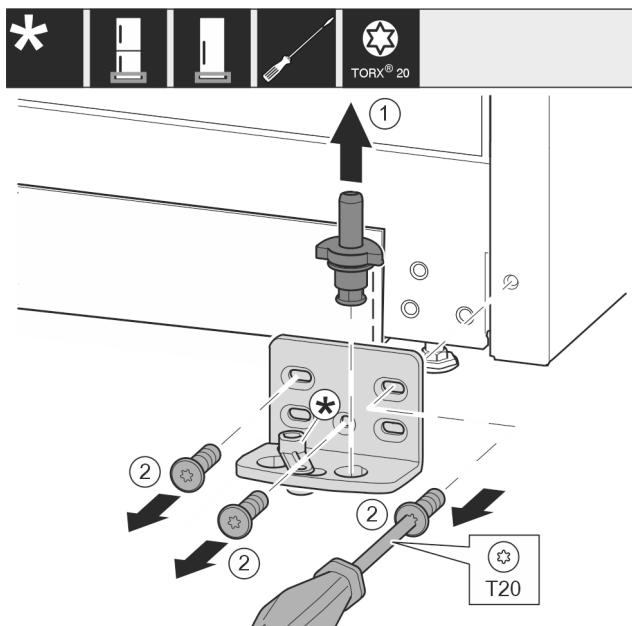

Fig. 13
- ▶ Extraiga el perno del cojinete *Fig. 13 (1)* por completo hacia arriba.
- ▶ Desatornille los tornillos *Fig. 13 (2)* con un destornillador y retire el soporte del cojinete.